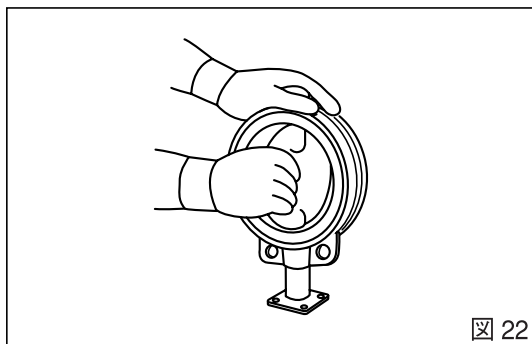

図 22
6. 弁体の取り外し：弁体を全開状態でひねりながら押し出して外します。なお、取り外しの際、弁体に傷をつけないよう、クッションなどを敷いて作業を行ってください。(図22)